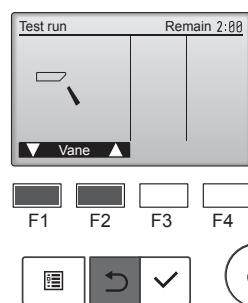

Fig. 7-4
- กดปุ่ม [SELECT] เพื่อแสดงหน้าจอการทำงานของใบพัด และจากนั้นกดปุ่ม [F1] และ [F2] เพื่อตรวจสอบใบพัดอัตโนมัติ (Fig. 7-4)